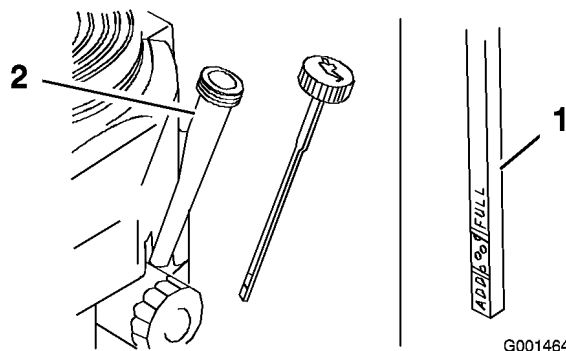

Figure 34
4. Nettoyez la surface autour de la jauge d'huile (Figure 34) pour éviter que des impuretés ne
5. Retirez la jauge d'huile et essuyez soigneusement son extrémité (Figure 34).
6. Remettez la jauge au fond du tube de remplissage, mais sans la visser (Figure 34).
9. Versez avec précaution environ 80% de la quantité d'huile spécifiée dans le goulot de remplissage (Figure 34)